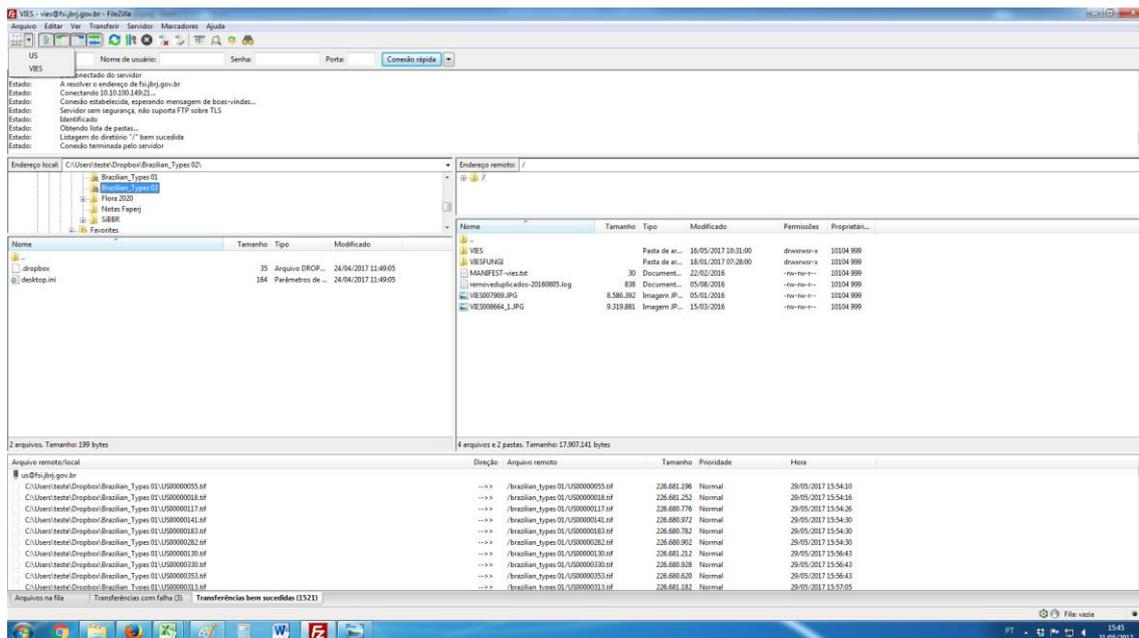

Figura 40. Acrônimo do herbário (login) aparecendo no acesso rápido
- ✓ Para salvar as informações de login e gerar um acesso rápido, no menu do programa FileZilla, vá em Arquivo e em seguida em Gerenciador de Sites. Clique em "Novo Site" (Fig. 37) e nomeie com o acrônimo do herbário. Na ficha da direita, os campos “Host”, “Nome do usuário” e “Senha” deverão ser preenchidos com as informações que serão enviadas por e-mail pelo JBRJ, bem como o protocolo de transferência a ser utilizado (FTP / SFTP) (Figs. 38 e 39). No item "Tipo de logon", selecione primeiramente "Normal", preencha os campos "Usuário" e "Senha" e depois o troque para "Pedir senha". O programa não deixa colocar a senha se optar por este modo em um primeiro momento, mas depois ele irá salvar a senha corretamente. Clique em OK e esta janela do Gerenciador vai fechar e será possível ver, no local indicado na figura 40, o acrônimo do herbário aparecendo. Em uma nova conexão selecione o herbário e uma janela se abrirá para que coloque a senha (Fig. 41).